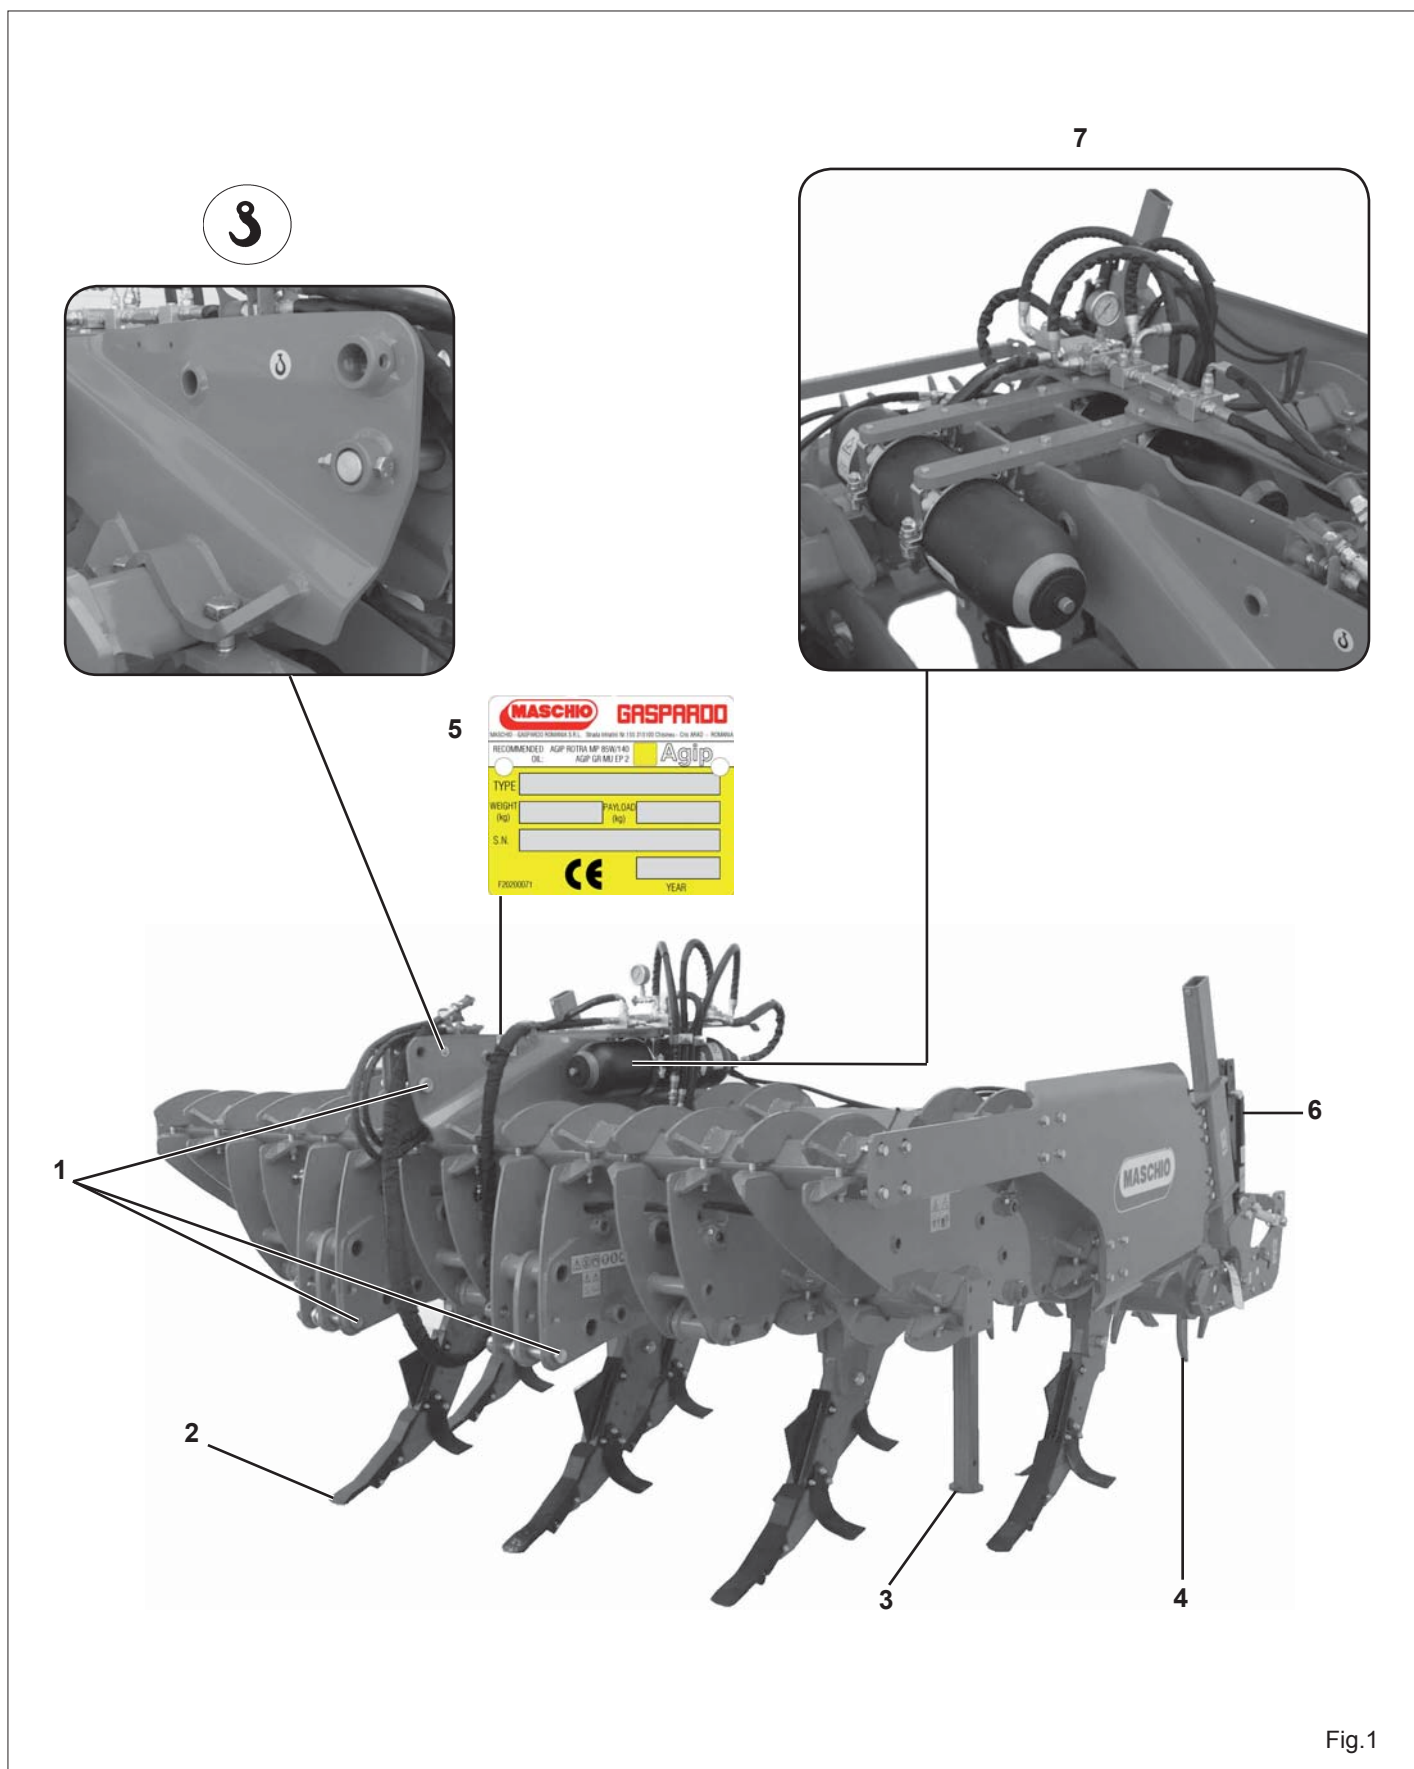
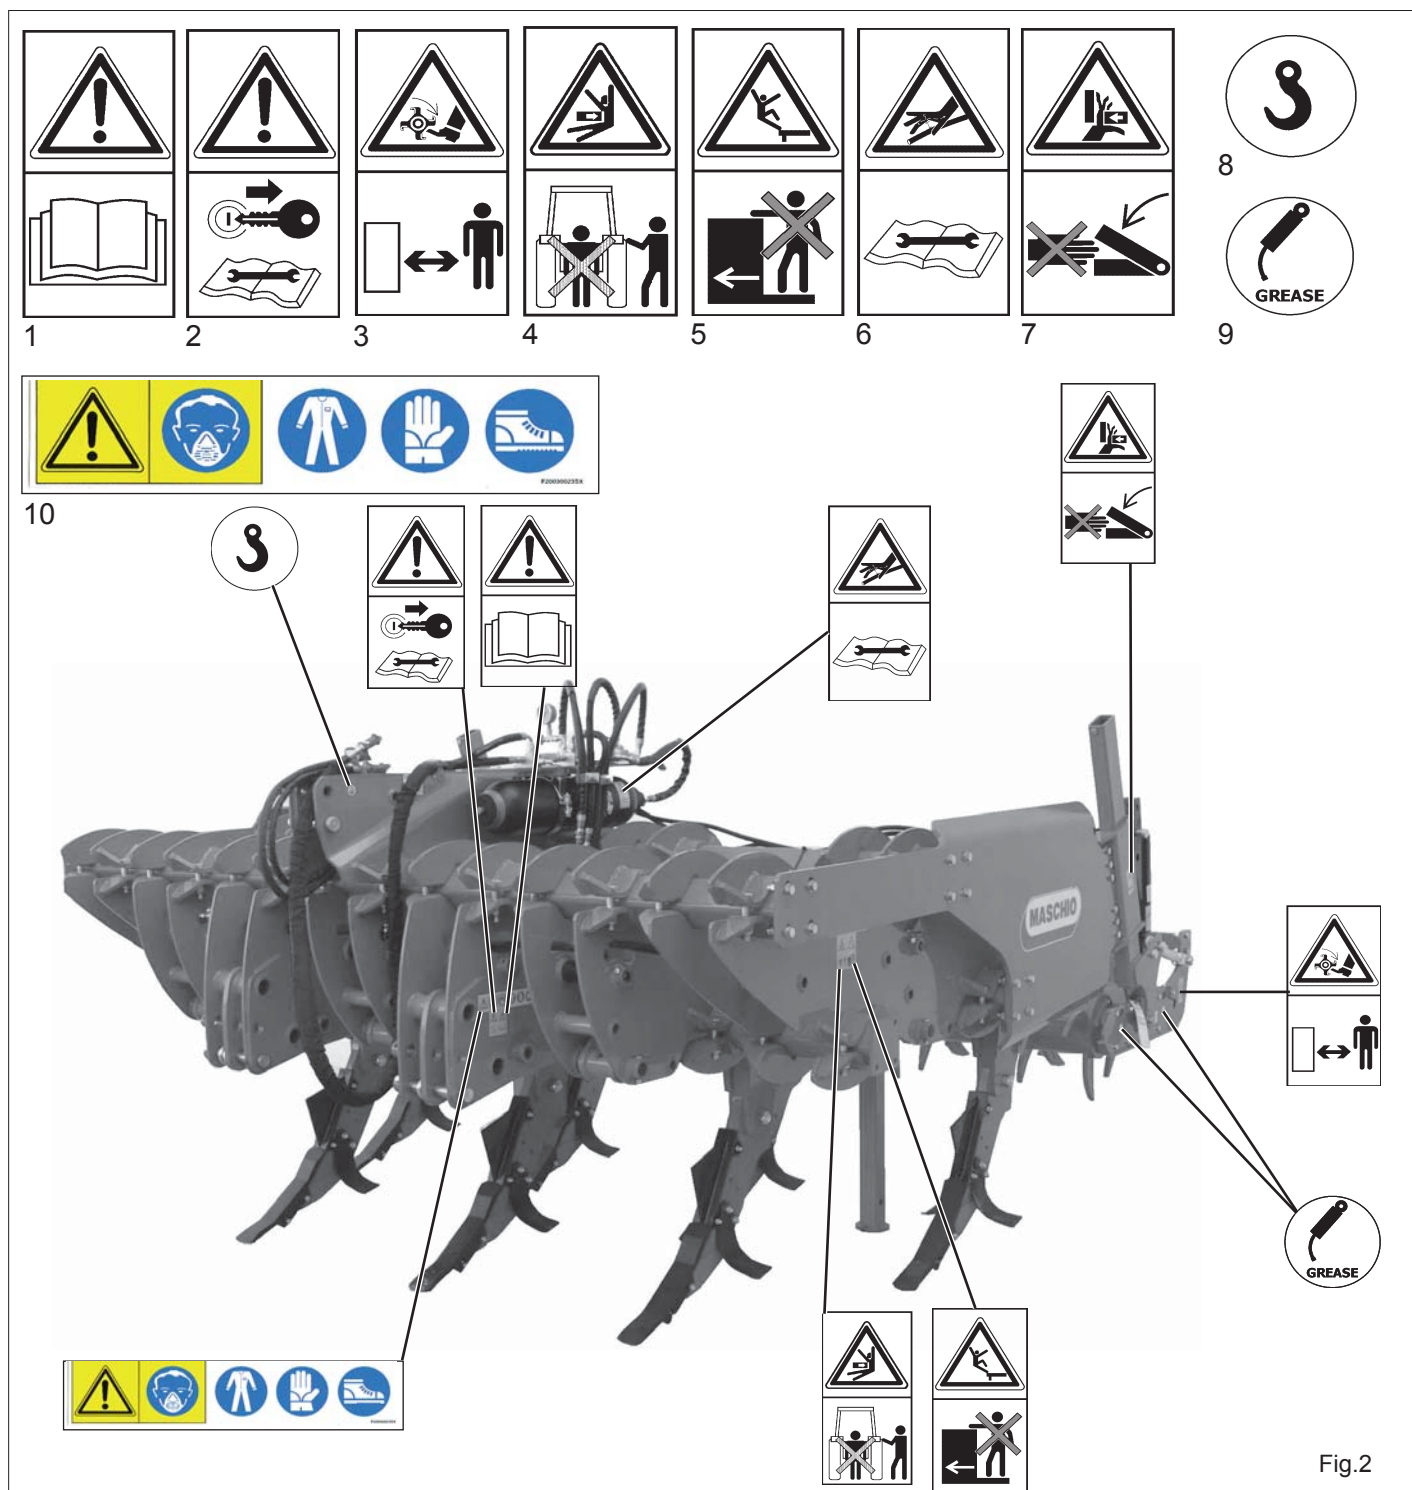

Fig.1
Fig.2
En cas de manutention de la machine, soulever celle-ci en la fixant aux crochets spéciaux par un palan ou une grue appropriés ayant une capacité suffisante. Étant donné sa dangerosité, cette opération doit obligatoirement être effectuée par du personnel formé et expert. La masse de la machine apparaît dans la plaque d'identification (5 Figure 1). Les points d'attelage sont identifiés par la présence du symbole graphique «crochet» (8 Fig. 2).
1.6 DESSIN GLOBAL (Fig. 1)
Les signaux décrits dans sont indiqués sur la machine (Fig. 2). Nettoyer et remplacer ces signaux s'ils sont détachés ou illisibles. Lire avec attention la description et mémoriser son sens.